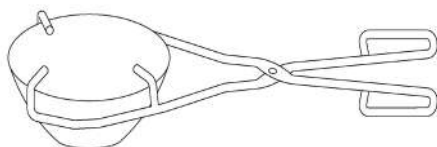

Рис. 125. Щипцы для
3. **Щипцы для выпарительных чашек** (рис. 125) предназначены для манипуляций с круглыми чашками. С помощью щипцов можно безопасно брать, переносить чашки с горячими веществами, устанавливать их над открытым огнем, держать чашку с кипящей жидкостью на безопасном удалении от рук, не рискуя обжечься брызгами. Щипцы изготавливаются